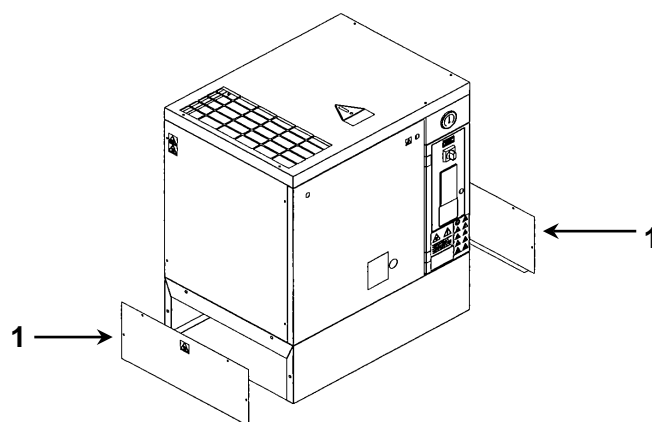

РИС. 23
После выполнения всех проверок, указанных в главе 12, следуйте инструкциям на рис. 23.
Проверьте уровень масла, поз. 1, Рис. 23А. При поставке установку заправляют маслом; если же уровень масла недостаточен, добавьте масло того же типа.
- Снимите панель, поз. 2, рис. 23А
- Снимите защитное устройство (крышку установки), поз. 3, рис. 23А.
- Снимите панель, поз. 4, рис. 23А
- Снимите воздушный фильтр, поз. 5, рис. 23А
- Установите обратно на место воздушный фильтр, поз. 5, рис. 23А
- Установите на место крышку, поз. 4, рис. 23А